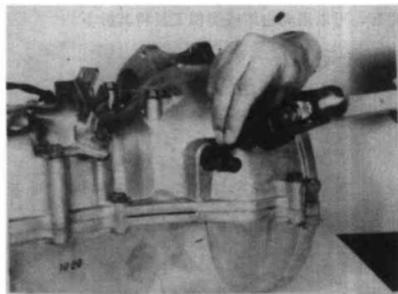

图 10-12
(3) 在安装完衬套之后,应在壳体上贴着衬套的边缘冲出 2 个 $\phi 2$ 的点(图 10-12)。